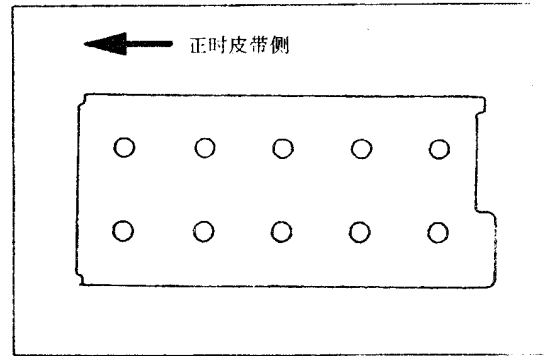

图 3-32
d. 按如图 3-32 所示顺序拧紧螺栓,直到每个螺栓达到力矩 $49\text{N} \cdot \text{m}$ 。
f. 按如图 3-32 所示顺序重新拧紧螺栓,直到每个螺栓达到力矩 $20\text{N} \cdot \text{m}$ 。